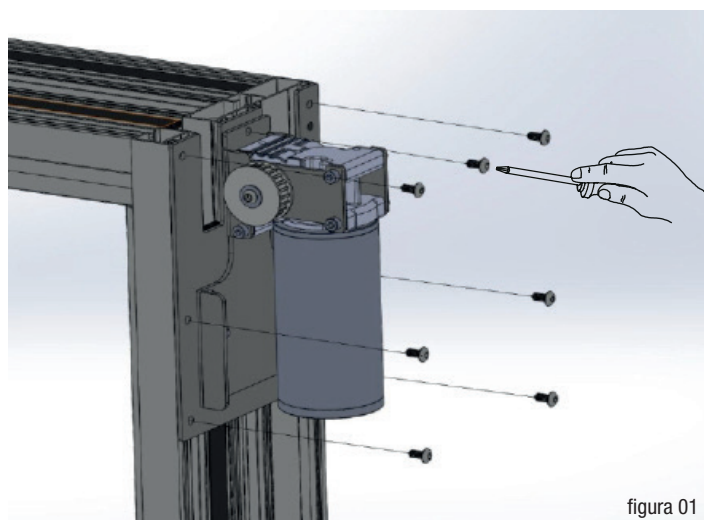

figura 01
1. Fissare motoriduttore con piastra al montante destro del telaio lato interno, la piastra presenta fori passanti di diametro pari a 5.5mm - viti non in dotazione (vedi figura 01), la sporgenza della motrice è pari a 90mm.